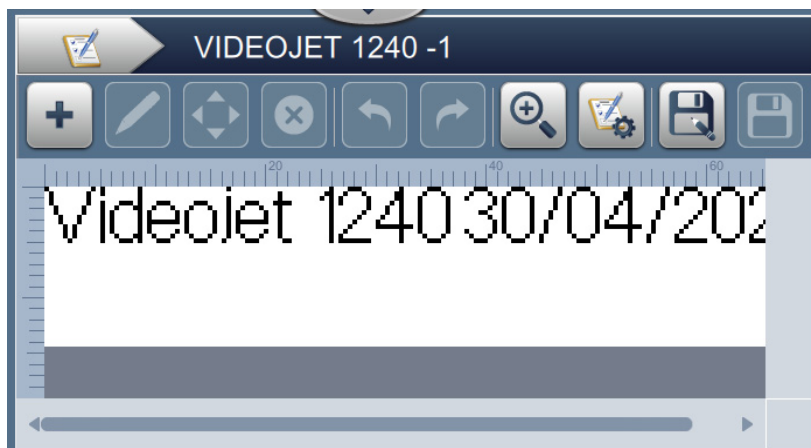

Рис. 5-21: Поле даты
21. Нажмите кнопку , чтобы сохранить внесенные изменения. Поле даты будет вставлено в задание, как показано на Рис. 5-21.